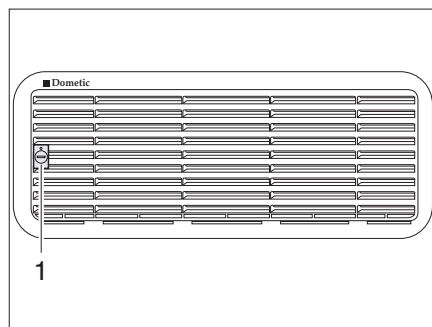
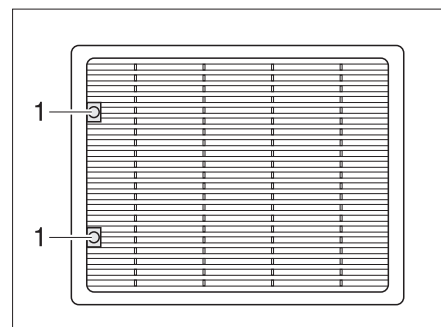

Bild 349 Kühlschrank-Lüftungsgitter (Dometic klein)
Bild 350 Kühlschrank-Lüftungsgitter (Dometic groß)
- Schraube (Bild 349,1 bzw. Bild 350,1) mit Hilfe einer Münze eine viertel Umdrehung drehen.